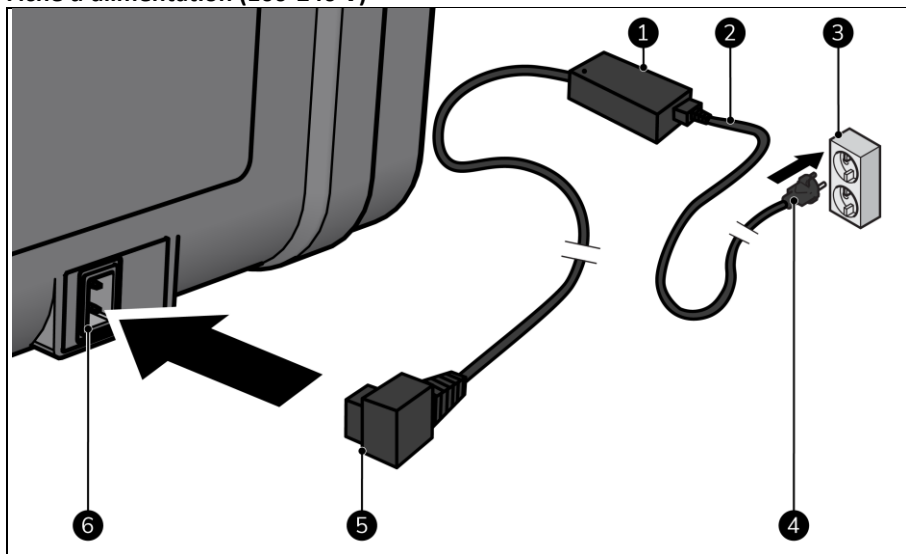

Figure 7
3. Placez le câble CA (Figure 7, pos. 2) dans l'adaptateur CA/CC (Figure 7, pos. 1).
4. Placez la fiche de l'adaptateur CA/CC (Figure 7, pos. 5) dans l'alimentation électrique de l'appareil (Figure 7, pos. 6).
5. Insérez la fiche d'alimentation (figure 7, pos. 4) dans une prise murale facilement accessible (Figure 7, pos. 3).